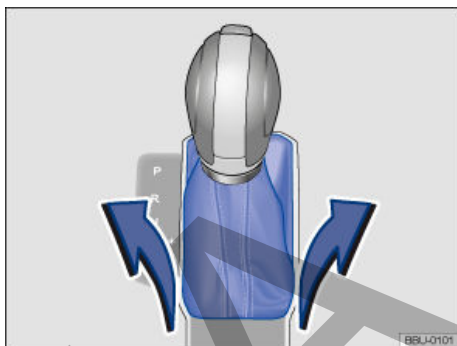

Fig. 107 Desmontar la cubierta de la corredera de la palanca selectora.
- Tire de la cubierta hacia arriba con cuidado, por la zona del guardapolvo de la palanca selectora, junto con los cables eléctricos que lleve conectados → fig. 107.